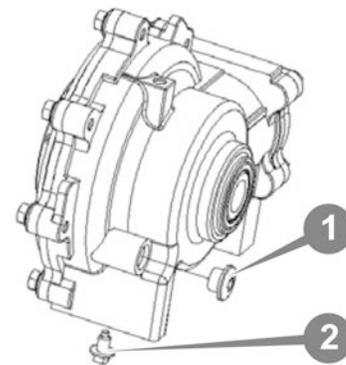

Рисунок 5.9.
В редуктор заливается трансмиссионное масло класса SAE 80W90. Объем заливаемого масла составляет 0,2 литра. Заливка и контроль уровня производятся через заливное отверстие (1) (см. рис. 5.9.). Уровень масла должен быть на уровне нижней кромки заливного отверстия (заливать до появления масла из отверстия). Слив масла осуществляется через сливное отверстие (2), расположенное в нижней части коробки.